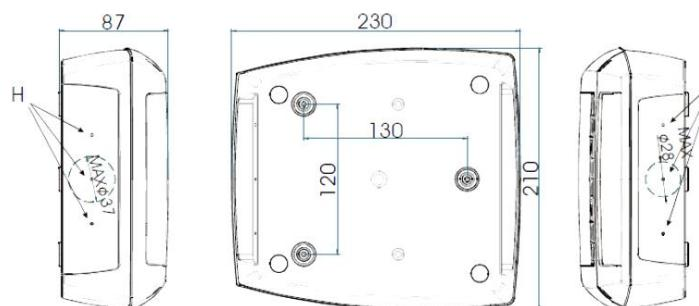

FIG. 3
3. Lag passende hull til strekkavlastere med bruk av de markerte midtpunktene på den nedre delen av regulatoren (Fig. 3, H, I). Lag så 3 hull i veggen, som indikert i (Fig. 3, L, M, N), for å feste regulatoren.
5. Sett pluggene, som følger med i settet, inn i hullene i veggen. Bruk så o-ringene og fest den bakre delen av regulatoren (Fig. 3, L, M, N) til veggen med de 3 skruene.
5. Lag passende hull til strekkavlasterne med bruk av de markerte midtpunktene på den nedre delen av regulatoren (Fig. 3, H, I).